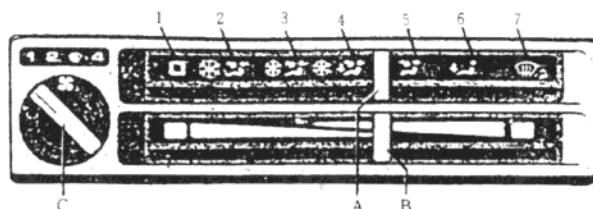

图 1-12 空调系统操纵机构
空调系统的操纵机构如图 1-12 所示。它主要有功能拨杆、温度调节拨杆和鼓风机开关组成。
① 将功能拨杆 A 拨到图 1-12 所示 1 位置时,空调系统关闭;
② 将功能拨杆 A 拨到图 1-12 所示 2 位置时,制冷系统以最大的制冷强度工作,冷风从侧出风口和中央出风口吹出;
③ 将功能拨杆 A 拨到图 1-12 所示 3 位置时,空调系统处于正常制冷状态,冷风从侧出风口和中央出风口吹出;
④ 将功能拨杆 A 拨到图 1-12 所示 4 位置时为舒适位置,冷风系统处于正常制冷状态,冷风从侧出风口和中央出风口吹出,少量冷风吹到前风窗和侧风窗;
⑤ 将功能拨杆 A 拨到图 1-12 所示 5 位置时为通风位置,新鲜空气从侧出风口和中央出风口吹出;
⑥ 将功能拨杆 A 拨到图 1-12 所示 6 位置时为采暖位置,热风从脚坑出风口吹向地板,少量热风从前风窗出风口、侧风窗出风口、侧出风口和中央出风口吹出;
⑦ 将功能拨杆 A 拨到图 1-12 所示 7 位置时,热风吹向前风窗和侧窗,少量热风从脚坑出风口、侧出风口和中央出风口吹出。
鼓风机开关 C 如图 1-12 所示有四个挡位,转到不同的位置,鼓风机便以不同的转速运转。